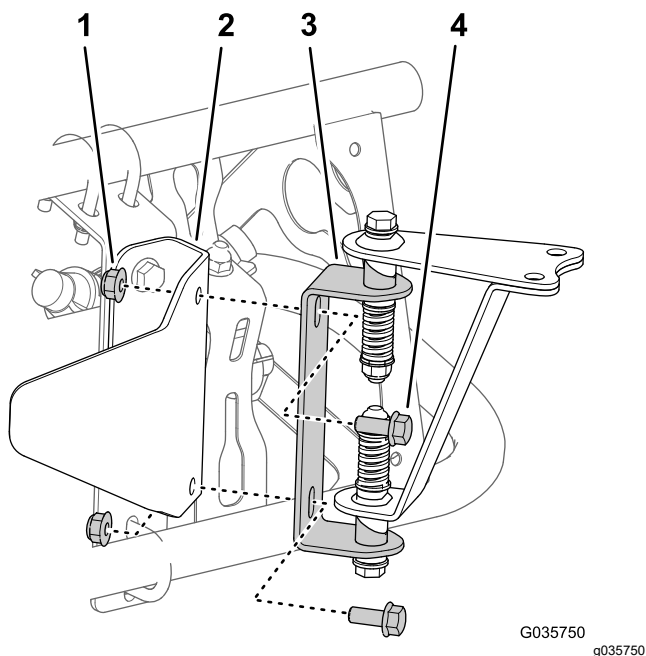
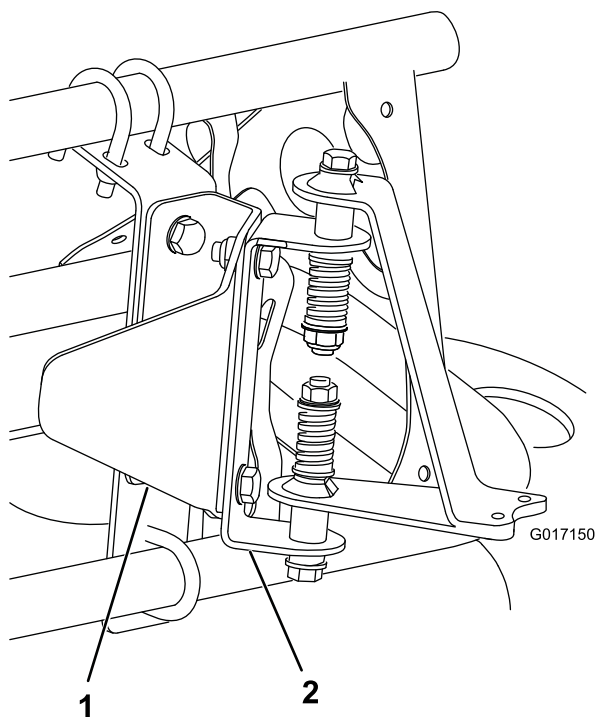

図 18
図 19
3. センサーガードブラケットにセンサー取り付け金具を取り付けるボルト $\frac{5}{16} \times \frac{3}{4}$ "、2本とロックナット $\frac{5}{16}$ " 2個を使用カバーなしブームの場合は 図 18、カバー付きブームの場合は 図 19 を参照。